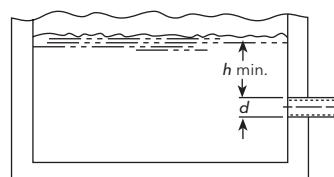

Figure 2
- S'assurer que le diamètre ( $d$ ) et la hauteur de submersion ( $h$ ) de l'orifice d'entrée du tuyau d'aspiration sont suffisants pour empêcher l'aspiration d'air par vortex (V. fig. 2 à 5).